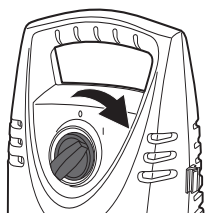

Fig. 17
- > Gire el interruptor (6) hacia la derecha hasta su posición de encendido ("I") para poner en marcha la máquina (Fig. 17).